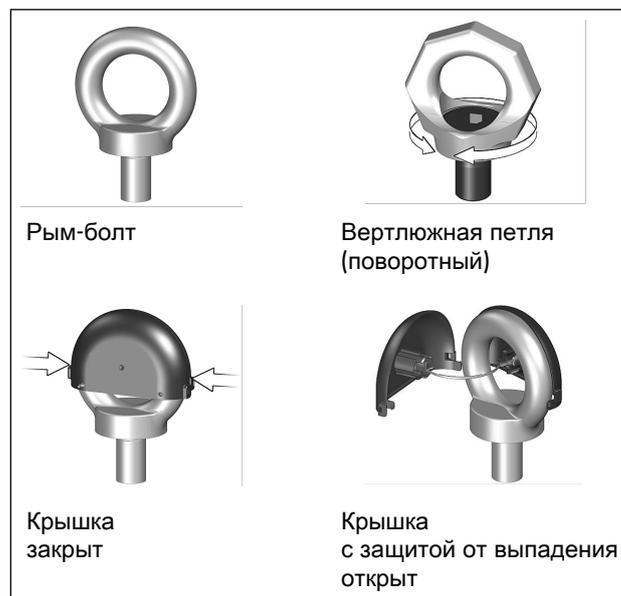

Рис. 13: Защита от выпадания на рым-болте/ вертлюжной петле
1. Откройте и снимите крышку рым-болта, слегка надавив на два боковых зажимных соединения, см. Рис. 13.
6. После установки снимите подъёмные стропы, установите и закройте крышку рым-болта, см. Рис. 13.